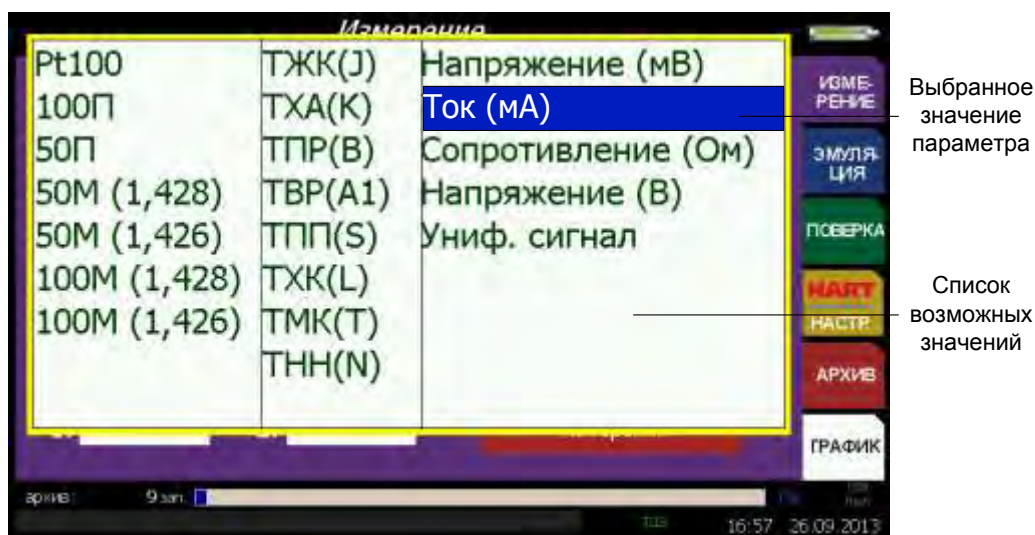

Рисунок 2.12
2.5.4.3 Список позволяет выбрать одно значение из представленного списка возможных (см. рисунок 2.12).